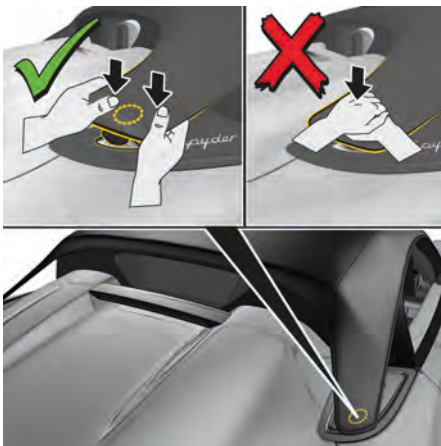

図 58: コンバーチブルトップのフィンの取り付け
8. コンバーチブルトップフィンの外縁を両手で持ち (図 58)、リヤラゲッジコンパートメントリッドの車両側留め具に強く押し込みます。